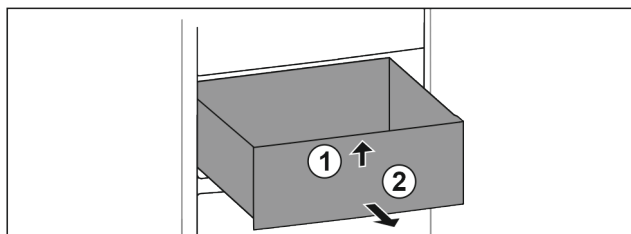

Fig. 34
- ▶ Nadzvedněte zásuvku vpředu. Fig. 34 (1)
- ▶ Vyjměte zásuvku dopředu. Fig. 34 (2)